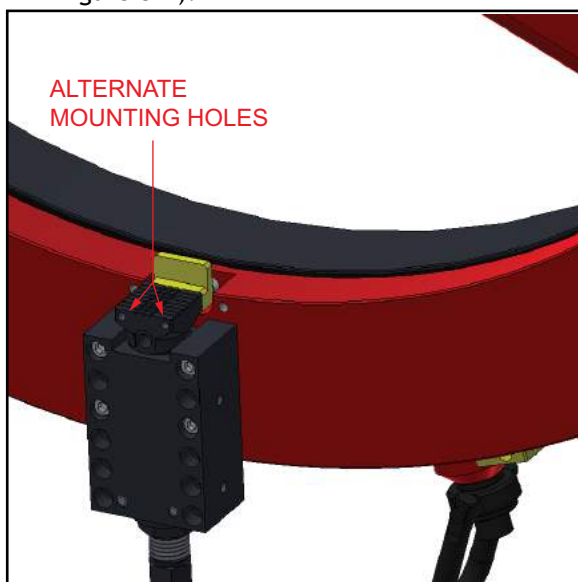

FIGURE 3-4. TROUS DE MONTAGE ALTERNATIFS
inférieure » des pieds de nivellement (voir Figure 3-4).
- Installez les doigts de mise au point à l'arrière (dessus) de la bride sur la « partie inférieure » des pieds de nivellement (voir Figure 3-4).